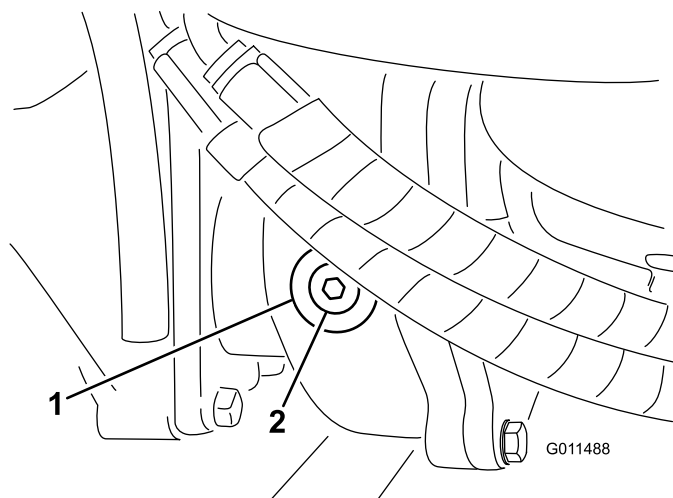

Рисунок 98
2. Снимите заливную/контрольную пробку с левой стороны редуктора (Рисунок 98) и убедитесь, что смазка доходит до низа отверстия. Если уровень масла низкий, долейте столько масла, чтобы довести его уровень до низа отверстия.